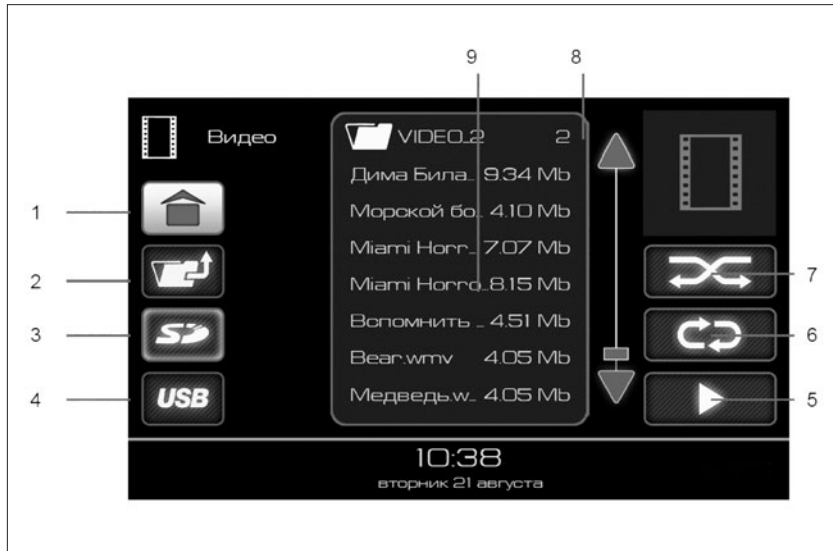
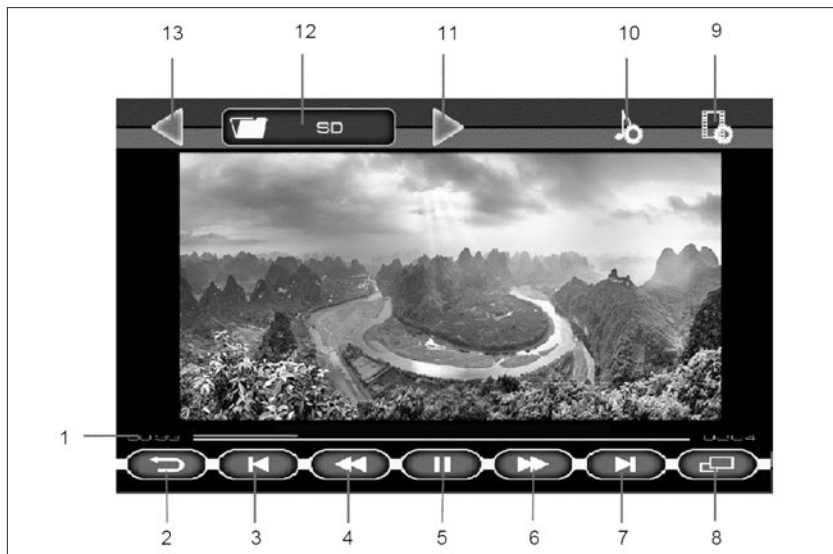

Рис. 58. Окно режима «ВИДЕО»
Рис. 59. Окно проигрывания видеофайлов
Примечание. При нахождении режима **«Видео»** в состоянии пауза (индикатор 5, рис. 59), повторный вход переведет MMC в режим проигрывания видеofайла.
Доступные для воспроизведения видеофайлы и папки отображаются в списке (9). Двойное нажатие на изображении папки  отобразит список видеофайлов в этой папке. Для выхода из папки нужно нажать кнопку 2 (рис. 58).
- двойное нажатие на выбранный файл позволяет воспроизвести именно его, при этом доступна кнопка включения режима повторного воспроизведения (кнопка 6, рис. 58).
дения файлов (кнопка 5, рис. 58) позволяет воспроизвести все видеофайлы, находящиеся в списке (9).
- выбор папки одиночным нажатием на изображении папки , в списке (9) (рис. 58), а затем нажатие кнопки воспроизведения файлов (кнопка 5, рис. 58) позволяет воспроизвести все видеофайлы, находя-
Для включения полноэкранного режима воспроизведения нажать кнопку **8** (рис. 59) или на изображение.
Если при воспроизведении видеофайла нажать на кнопку «II» (5) (рис. 59), а затем нажать на кнопку возврата (кнопка **2**, рис. 58), то произойдет переход в главное меню, и в кнопке **8 «Видео»** (рис. 53) появится индикатор паузы. Этот режим позволяет вернуться к воспроизведению видеофайла с того места, где была поставлена пауза.
Доступные для просмотра файлы и папки отображаются в списке (9), (рис. 58). Для отображения списка файлов внутри папки нужно нажать на изображение папки  в списке (9). Для выхода из папки нужно нажать кнопку 2.
Нажмите на изображение файла в списке и кнопку 5 (рис. 58) либо дважды нажмите на выбранный файл для запуска просмотра файлов, начиная с выделенного в списке курсором. Для организации слайд-шоу должен быть включен режим повторного воспроизведения. ММС перейдет в окно проигрывания файлов изображения.